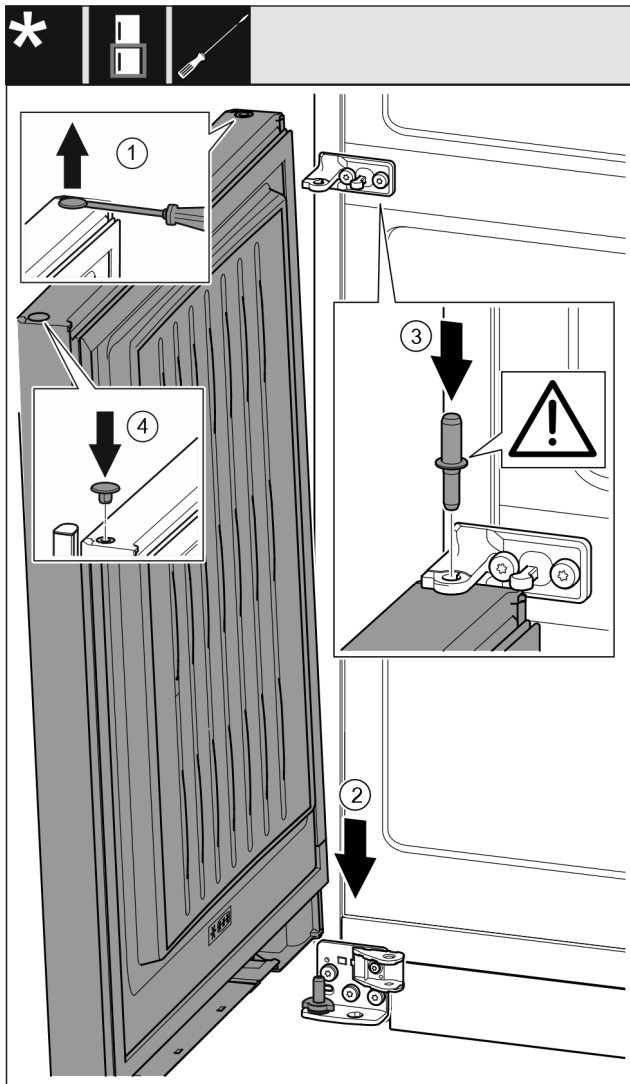

Fig. 41
- ▶ С плоска отвертка внимателно повдигнете тапата и я извадете. Fig. 41 (1)
- ▶ Поставете вратата отгоре върху долния лагерен болт. Fig. 41 (2)
- ▶ Поставете лагерния болт средя през лагерната стойка средя в долната врата. При това обърнете внимание на това, фиксиращата гърбица да сочи назад. Fig. 41 (3)
- ▶ Отново поставете тапата от другата страна на вратата. Fig. 41 (4)